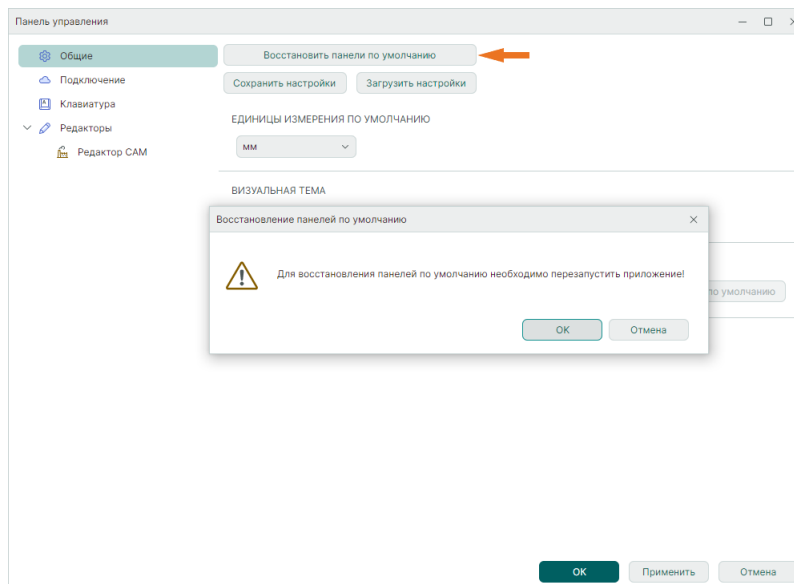

Рис. 70 Восстановление отображения функциональных
2. В окне «Восстановление панелей по умолчанию» нажмите «ОК» и перезапустите программу, см. Рис. 70.